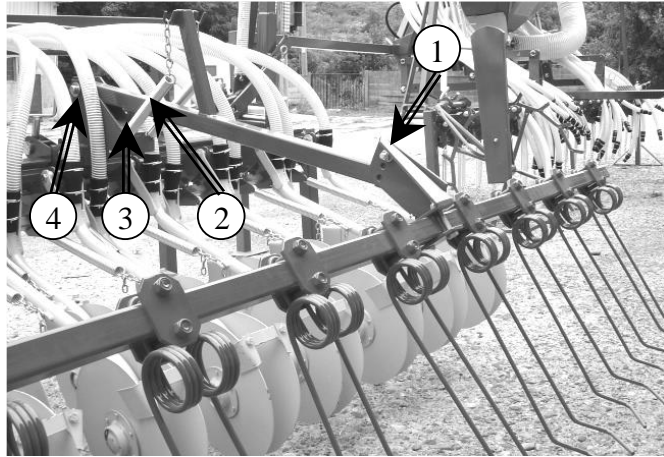

Abb. 29 Eggenrahmen
- Druck des Eggenrahmens: mit Hilfe der Zugfedern / 2, Abb. 29/
- Anhäufungstiefe: mit Hilfe des Anschlags /3, Abb. 29/
- Anhäufungswinkel: mit Hilfe der Aufhängeöffnung /1, Abb. 29/